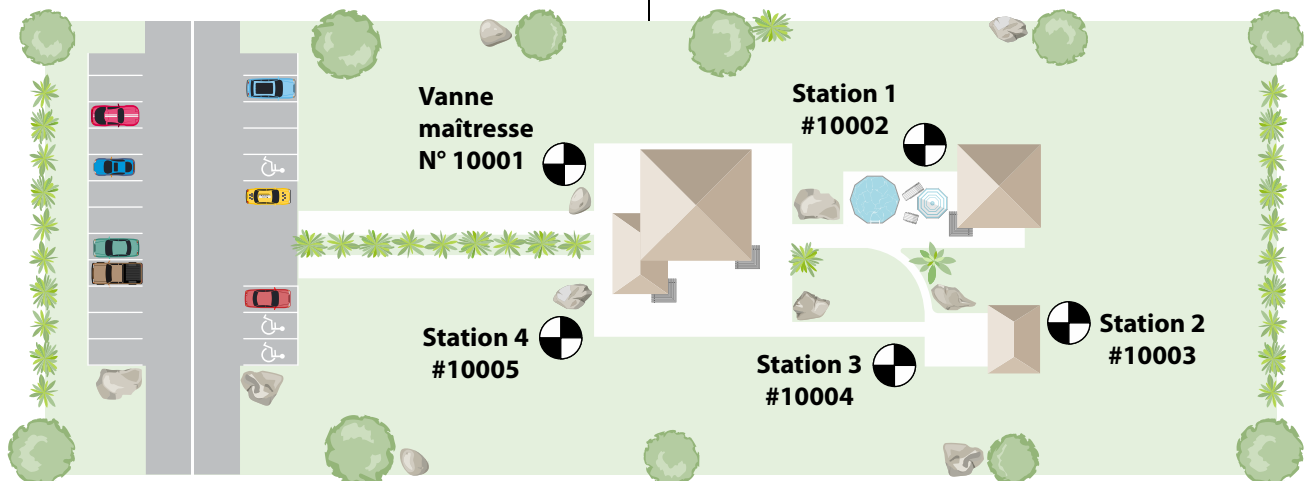

Figure 1 - Exemple d'aménagement de site avec vanne maîtresse
- Vous trouverez dans la figure 1 un exemple d'adressage de décodeur avec vanne maîtresse.